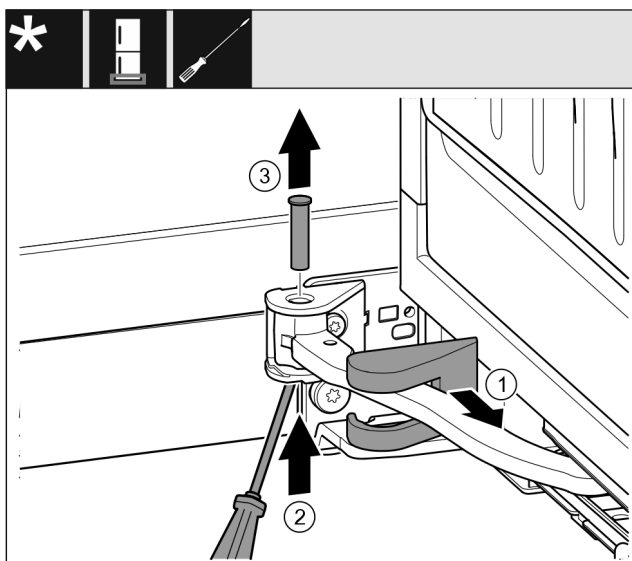

Fig. 16
- Stáhněte kryt stojanu ložiska Fig. 16 (1) a posuňte podél kloubu.
- Čep Fig. 16 (2) zespolu nadzvedněte šroubovákem.
- Čep Fig. 16 (3) vytáhněte shora.